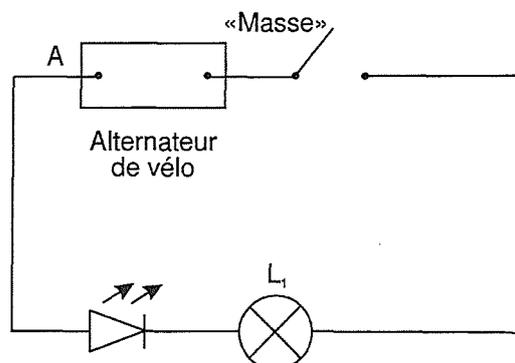

Figure 15.2
6.1. Réaliser le montage de la figure 15.2. Veiller à connecter la borne marquée + de la LED à la «borne A» de l'alternateur et l'interrupteur à la borne «MASSE» de celui-ci.